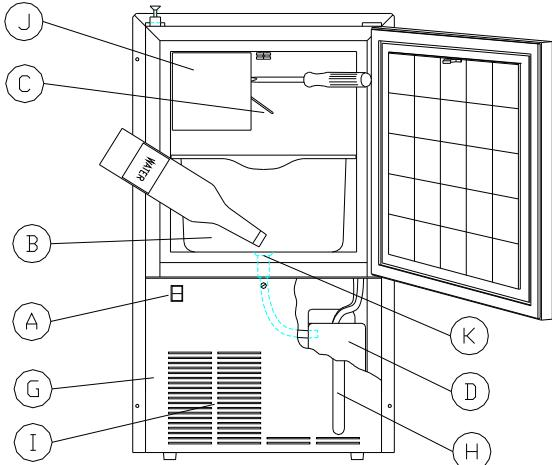
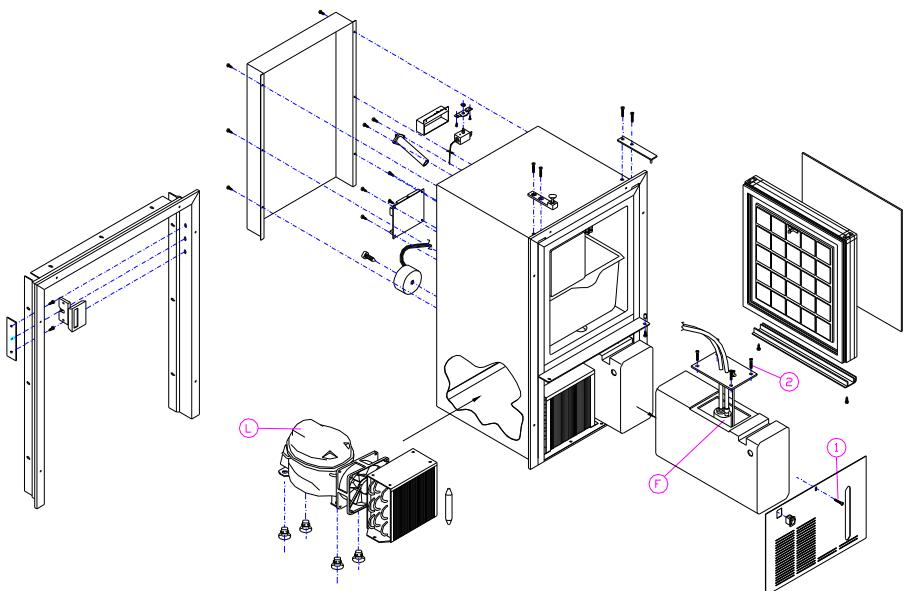

Fig.1
Fig.3
Es aconsejable efectuar, al menos una vez al año, la limpieza del condensador (I) (ver fig. 1) utilizando una aspiradora o un pincel seco.
Se aconseja realizar, al menos una vez cada tres meses, la limpieza del depósito (G) (ver fig. 1) procediendo como indicado a continuación: (ver fig. 3)
- a) destornillar completamente el tornillo (1) presente sobre el frente (G) girándolo en sentido antihorario
- b) desplazar el panel frontal verticalmente hacia abajo (2) por algunos centímetros y extraerlo (3) por la parte delantera
- c) extraer el depósito (D) poniendo atención en el tubo de agua y en el cable de conexión (ver fig. 3)
- d) con un destornillador destornillar los otros tornillos (2) y extraer la bomba (F) de su lugar realizar la limpieza del depósito con agua
- vaciar completamente el depósito D) (ver fig. 1)
Abrir la puerta, extraer el compartimiento del hielo, verter agua potable a través del canalón en el depósito (K) (min.1 litro / máx.8 litros) (ver fig.1), verificando el nivel de agua desde la ventanilla suministrada a tal efecto (H). Efectuar esta operación lentamente para evitar que salga el agua.
Actuando con un destornillador en el tornillo de regulación del nivel de agua (ver fig. 1) se mueve el contacto directamente en el compartimiento del hielo.
- Haya agua en el compartimiento del hielo (J).
- El sensor nivel hielo (C) se halle en la posición indicada en la fig.1
- Si existe presencia de agua en el compartimiento del hielo verificar la funcionalidad de la instalación refrigeradora (L).